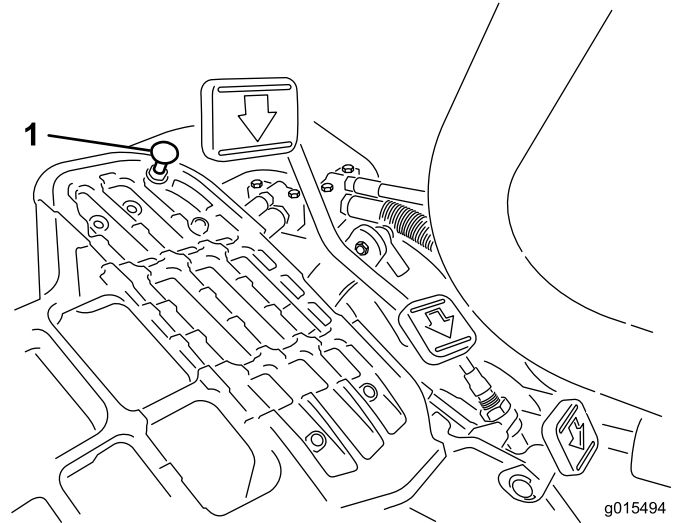

Bild 36
Stellen Sie den Funktionsschalthebel in die TRANSPORT-Stellung und treten Sie auf das Fahrpedal, um die maximale Transportgeschwindigkeit zu erreichen. Wenn das Pedal den Anschlag erreicht (Bild 36), bevor das Kabel gespannt ist, führen Sie folgende Einstellungsschritte aus:
1. Stellen Sie den Funktionsschalthebel in die TRANSPORT-Stellung lösen Sie die Sicherungsmutter, mit der der Pedalansschlag an der Bodenplatte befestigt ist (Bild 36).